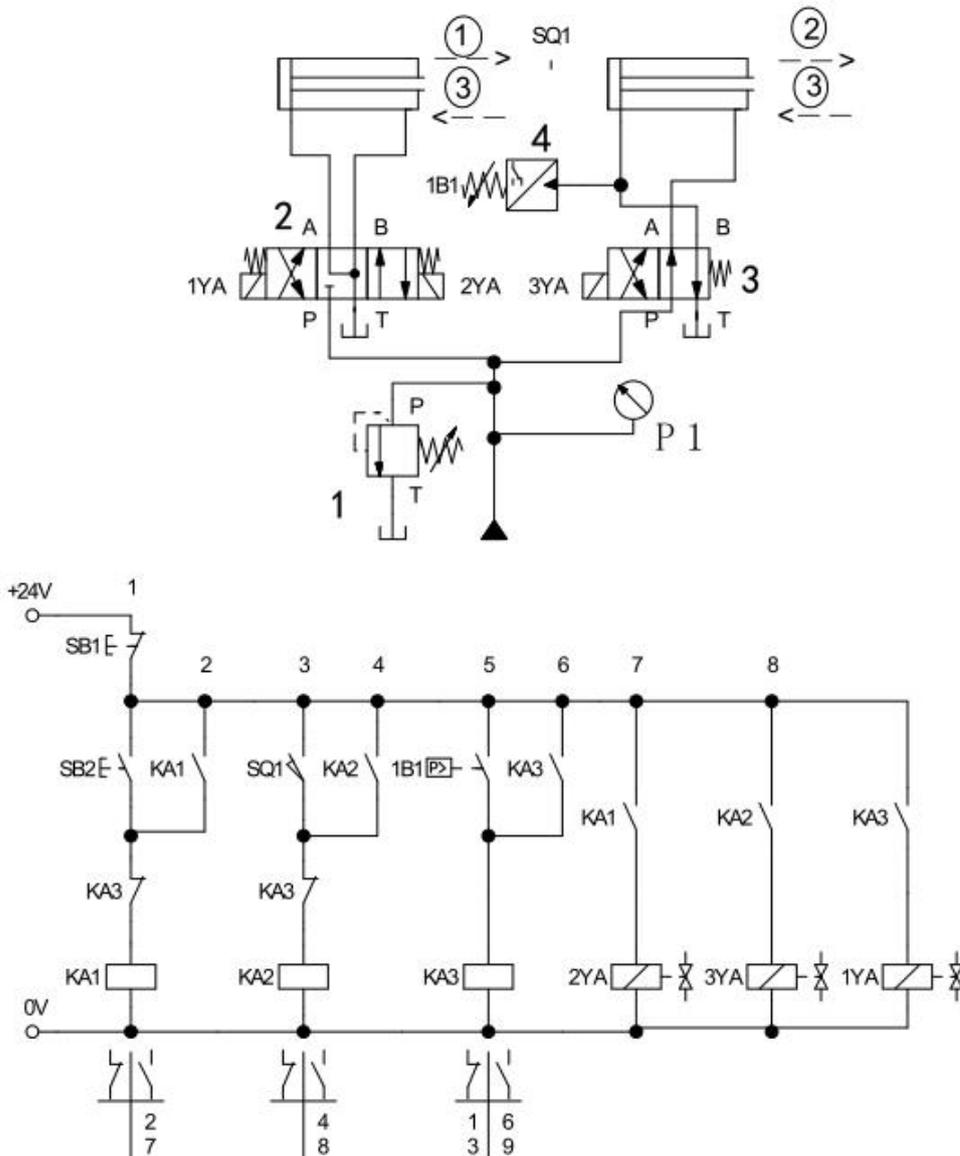

图 H1-1-10 采用压力继电器和行程开关控制双缸动作顺序回路和电气控制线路图
(1)任务描述：在液压实训系统中采用压力继电器和行程开关搭建控制双缸动作顺序回路，液压回路和电气控制线路如下图 H1-1-10 所示。